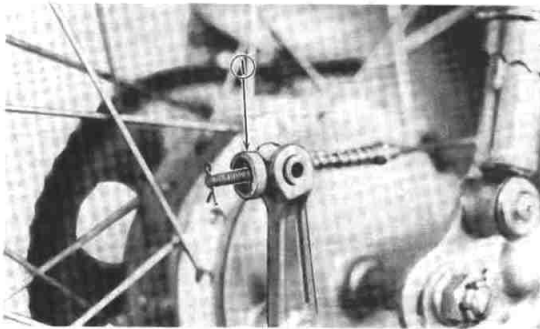
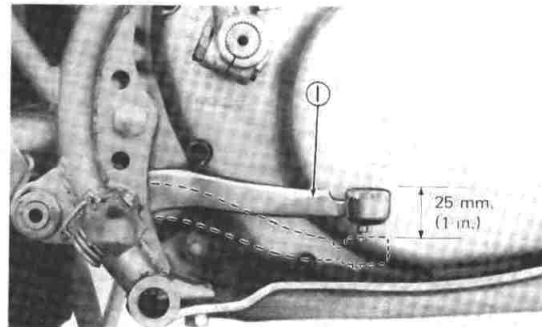

Fig. 2-4-6
Fig. 2-4-7
- a. Turn the adjusting nut on the rear brake rod in or out until brake pedal freeplay is suitable (25 mm. minimum freeplay). (Fig. 2-4-6 & Fig. 2-4-7)
- a. Utilisez une clef de 13 mm., vissez ou dévissez l'écrou de réglage sur la tige de frein AR jusqu'à obtenir le jeu de la pédale de frein approprié (jeu de 25 mm. minimum). (Fig. 2-4-6 et 2-4-7)